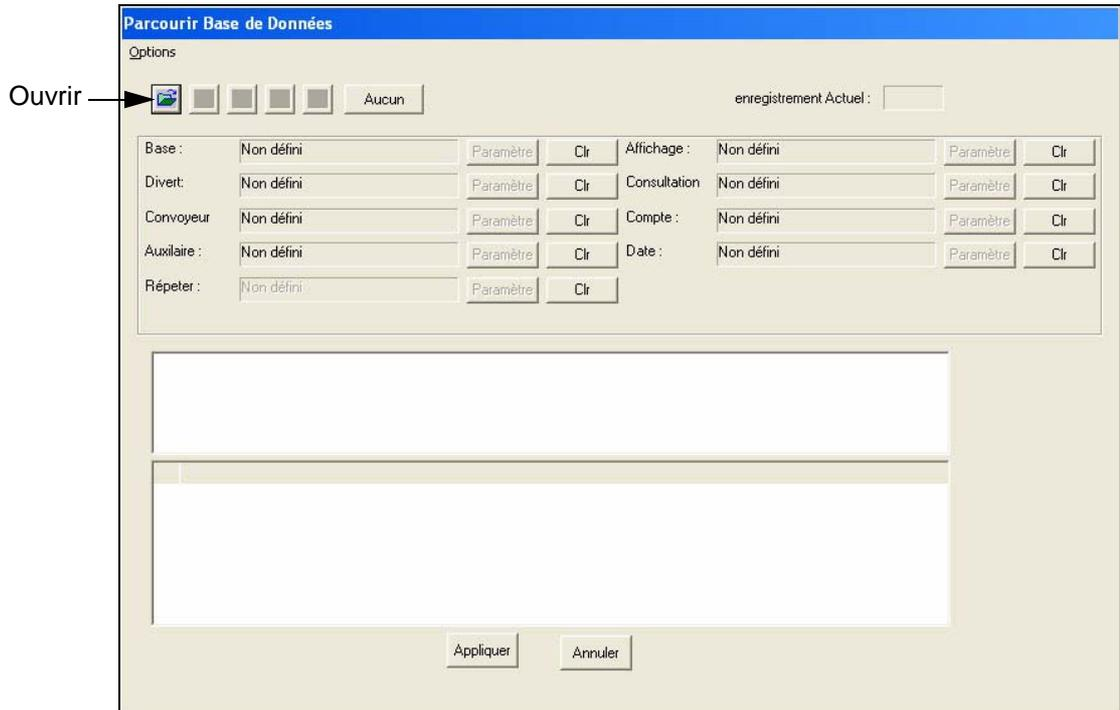
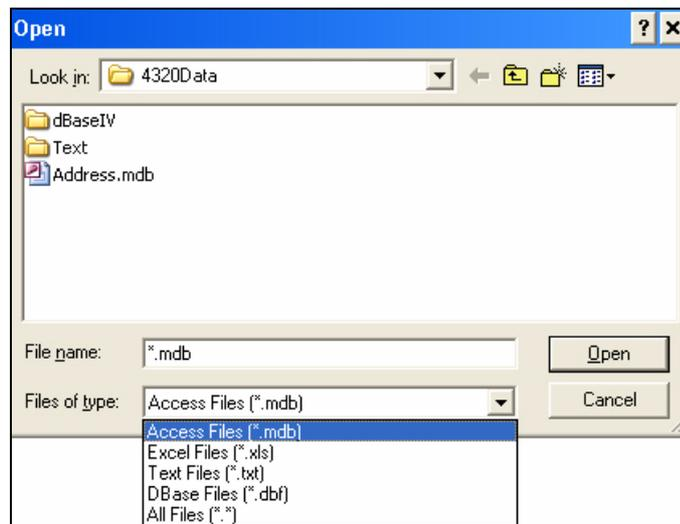
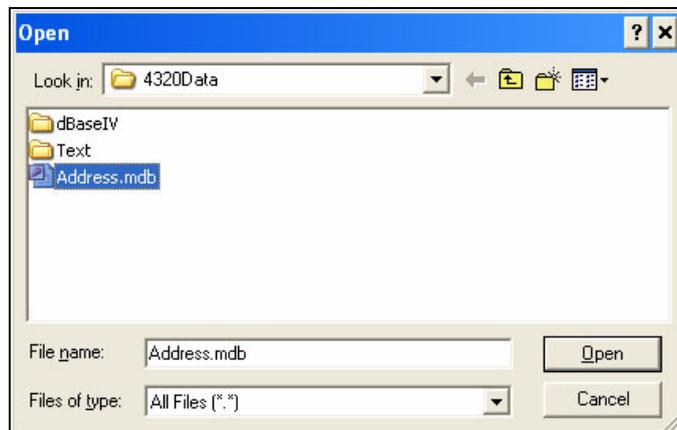

Figure 4-8: Navigateur Base de Données
Figure 4-9: Paramétrage Navigateur Base de Données
Figure 4-10: Sélection Fichier
- 1 Cliquer sur l'icône *Navigation Données Fichier*  de la barre d'outils et le *Navigateur* de la *Base de données* apparaît (voir Figure 4-8 page 4-7).
- 2 Cliquer sur l'icône *Ouvrir*  de la barre d'outils (voir Figure 4-8). La boîte de dialogue *Ouvrir* apparaît (voir Figure 4-9).
- 3 Sélectionner le type de fichier dans les Fichiers de la liste (voir Figure 4-9). Les données fichiers correspondantes apparaissent (Figure 4-10).